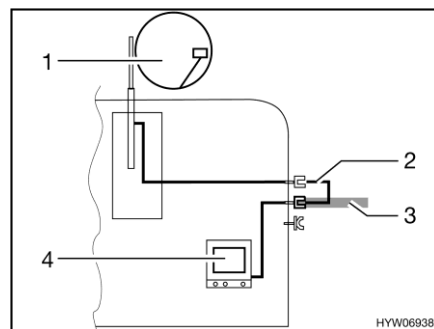

Fig. 131 TV nel veicolo
- TV nel veicolo (Fig. 131,4): Collegamento all'antenna del tetto (Fig. 131,1) con cavo di collegamento (Fig. 131,2)
- TV nel veicolo (Fig. 131,4): Collegamento a antenna esterna (Fig. 131,3)